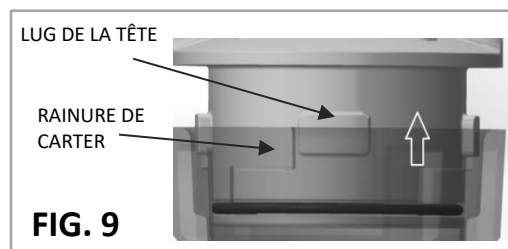
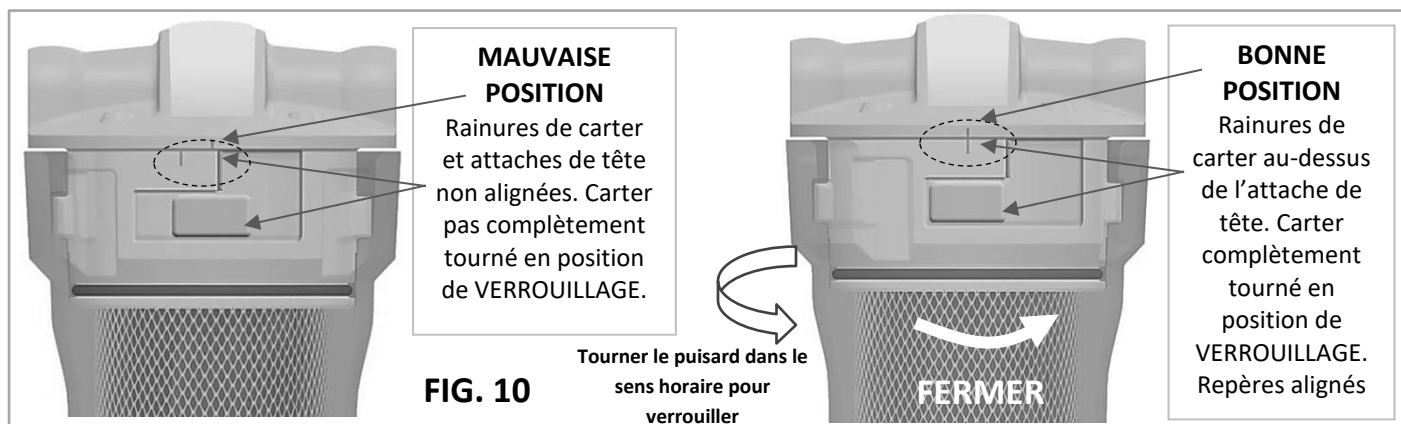

FIG. 9
FIG. 10
- Retirez la cartouche au charbon (CF2) de son emballage et insérez-la soigneusement dans le carter (sur le côté du raccord d'entrée – voir page 8) avec le joint bleu dirigé vers le haut. Alignez le carter sous la tête de filtre et tirez la cartouche vers le haut avec une main puis poussez le joint bleu au-dessus de la tête blanche (voir Fig. 9). Tirez le carter vers le haut et faites-le tourner à 1/8 dans le sens horaire pour aligner les rainures du carter avec les attaches de la tête (2501) et le mettre en position de verrouillage (Fig. 10).
- Vous pouvez maintenant enlever l'emballage de la cartouche en céramique 1M et l'insérez soigneusement dans le carter avec l'extrémité ouverte orientée vers le haut. Alignez le carter sous la tête de filtre, tirez la cartouche vers le haut avec une main et poussez le joint de la cartouche dans la tête blanche (**côté sortie**). Tirez le carter et verrouillez en position (Fig. 10). **Remarque** : Le fond du carter comporte des guides pour la cartouche 1M,